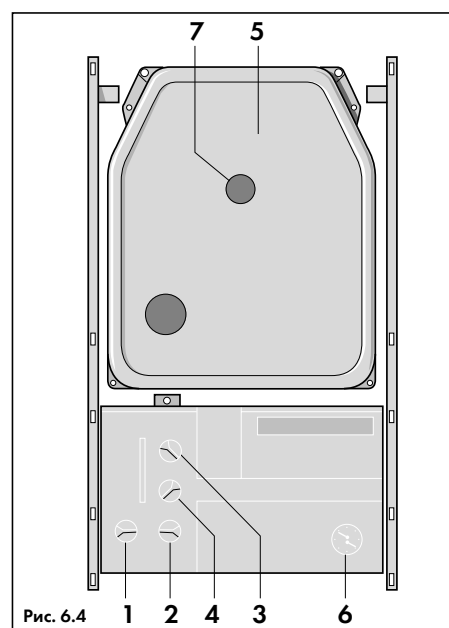
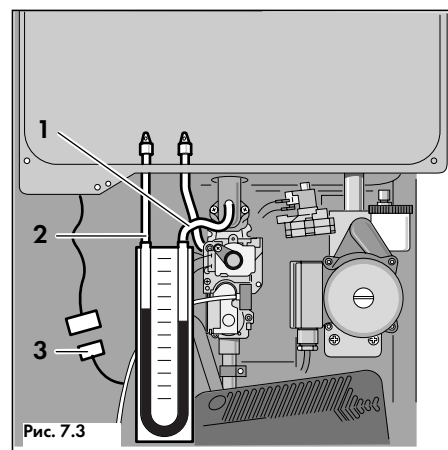

Рис. 6.4
Рис. 7.3
- Проверить, правильно ли выполнен монтаж турбо-камеры (5, рис. 6.4);
- Переключатель режимов работы аппарата (2, рис. 6.4) поставить в положение "Отопление и горячая вода" ;
- Регулятор температуры горячей воды установить на максимальную температуру (4, рис. 6.4), а регулятор температуры подающей линии (3, рис. 6.4) установить в положение "9";
Если попытка зажигания оказалась безуспешной, то на панели управления котла включится красный индикатор "Сбой" (см. рис. 8.1). Как правило, это означает, что нарушена подача газа или же из газопровода не до конца удален воздух. Проверить еще раз подачу газа, после чего переключатель режимов работы (2, рис. 6.4) повернуть в положение "Разблокировать" . Будет предпринята повторная попытка розжига.
- Переключатель режимов работы аппарата (2, рис. 6.4) поставить в положение "Горячая вода" . При этом аппарат должен отключиться.
- Регулятор температуры подающей линии (3, рис. 6.4) установить в желаемое положение согласно главе 6.6.
Регулятор температуры горячей воды (4, рис. 6.4) установить на "9". Полностью открыть краны горячей воды так, чтобы аппарат работал с полной нагрузкой;
Включить режим "Отопление и горячая вода" . Установить регулятор температуры подающей линии (3, рис. 6.4) на "9". Разъединить разъём датчика NTC (3, рис. 7.3);
- У аппаратов VU восстановить соединения датчика NTC (3, рис. 7.3);
- Отвернуть запорный винт (1, рис. 7.1) и присоединить одну трубку U-образного манометра к измерительному штуцеру аппарата (1, рис. 7.2); Удалить пластиковую заглушку и закрепить другую трубку U-образного манометра на трубке турбо-камеры (2, рис. 7.3).
- Разъединить разъём датчика NTC (3, рис. 7.3);
- Включить режим "Отопление и горячая вода" . Установить регулятор температуры подающей линии (3, рис. 6.4) на "9" и добиться включения аппарата в режиме отопления:
- Выключить аппарат, отсоединить манометр, плотно закрутить винт измерительного штуцера (1, рис. 7.2) и проверить его на герметичность. Восстановить соединения датчика NTC (3, рис. 7.3);
Регулятор температуры горячей воды (4, рис. 6.4) установить на "9";
Включить режим "Отопление и горячая вода" . Установить регулятор температуры подающей линии (3, рис. 6.4) на "9";
Разъединить разъём датчика NTC (3, рис. 7.3);
Восстановить соединения датчика NTC (3, рис. 7.3);
- Установить переключатель режимов работы аппарата (2, рис. 6.4) в желаемое положение  или . Установить в желаемое положение регулятор температуры подающей линии (3, рис. 6.4);
Установить в желаемое положение регулятор температуры горячей воды (4, рис. 6.4) (См. гл. 9.3).
У аппаратов VU: Включить режим "Отопление и горячая вода" . Установить регулятор температуры подающей линии (3, рис. 6.4) на "9". Разъединить разъём датчика NTC (3, рис. 7.3);
- Закрыть заглушкой измерительную трубку турбо-камеры (2, рис. 7.1). У аппаратов VU восстановить соединения датчика NTC (3, рис. 7.3);